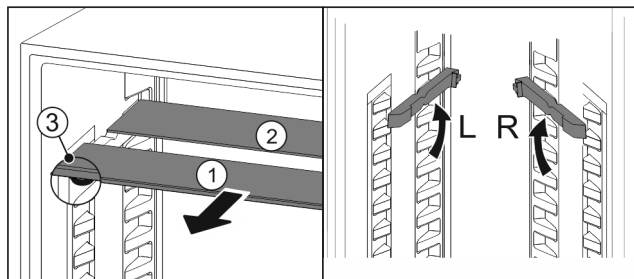

Fig. 21
- ▶ Wyciągnąć Fig. 21 (1) pojedynczo półki szklane do przodu.
- ▷ Płyta szklana Fig. 21 (1) z listwą ozdobną znajduje się z przodu.
- ▷ Stopery Fig. 21 (3) wskazują w dół.